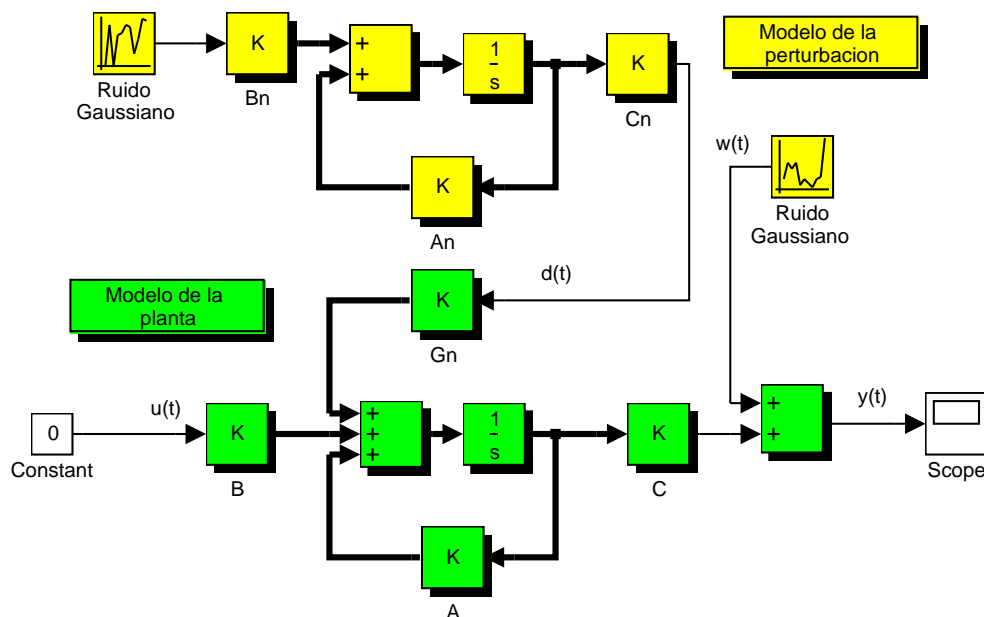

Figura 1: Sistema con perturbación de banda angosta
**Rechazo de perturbaciones con control LQG.** La Figura 1 muestra el diagrama en bloques SIMULINK de una planta con perturbaciones. En color verde se indica el modelo de la planta
Del diagrama de bloques de la Figura 1, obtener un modelo *aumentado* “planta + perturbación”, determinando las matrices  $A_a, B_a, G_a, C_a$  en las EE
3. Suponiendo momentáneamente que todos los estados  $x_a$  de la planta aumentada pueden medirse, agregar al diagrama de la Figura 1 (y al sistema en SIMULINK) una realimentación de estados  $u = Kx_a$ . Encontrar  $K$  para obtener estabilidad Lyapunov del sistema aumentado (1) minimizando el costo